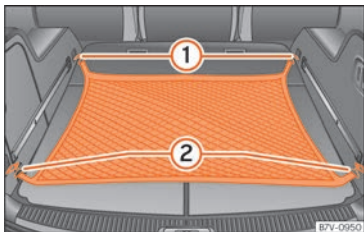

Abb. 177 Im Gepäckraum: eingehängtes Gepäcknetz.
- Haken des Gepäcknetzes in die Verzurösen » » **Abb. 177** ① und ② einhängen.
- Haken des Gepäcknetzes aus den Verzurösen » » **Abb. 177** ① vorsichtig aushaken.
- Haken des Gepäcknetzes aus den Verzurösen » » **Abb. 177** ② vorsichtig aushaken.